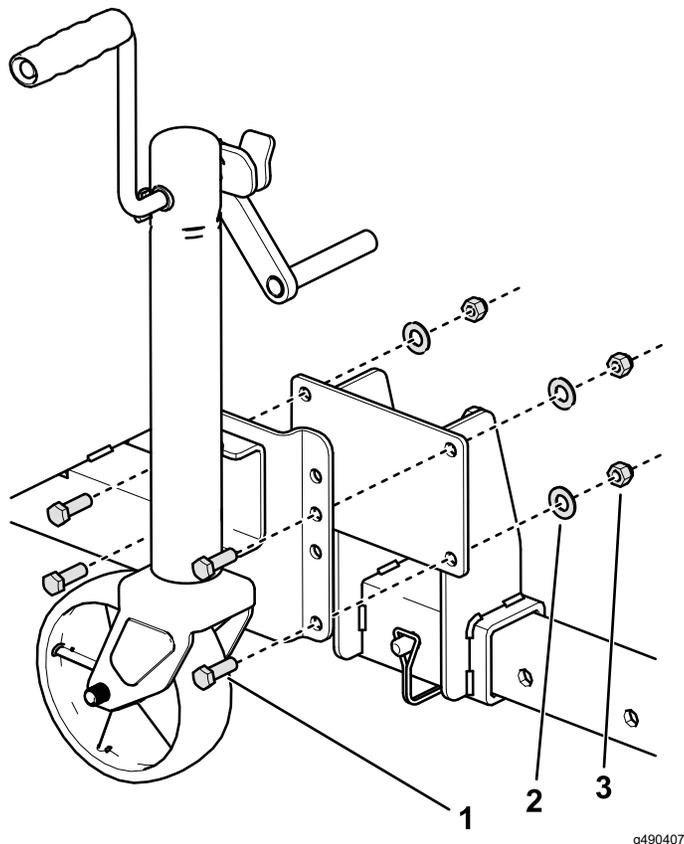

Figura 2
11. Instale o macaco no suporte do tubo da estrutura do atrelado conforme se mostra na Figura 2.